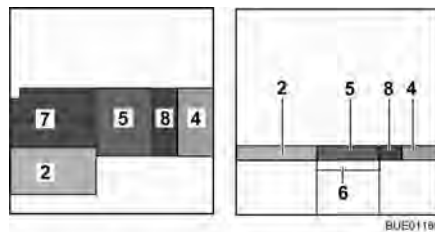

Fig. 116 Dopo la trasformazione
- Estrarre la prolunga del cassone letto (Fig. 116,6).
- Posizionare il cuscino del divano (Fig. 116,5) al centro.
- Posizionare il cuscino dello schienale (Fig. 116,4) tra il cuscino del divano e la parete.
- Posizionare il cuscino aggiuntivo (Fig. 116,8) tra il cuscino del divano e il cuscino dello schienale.